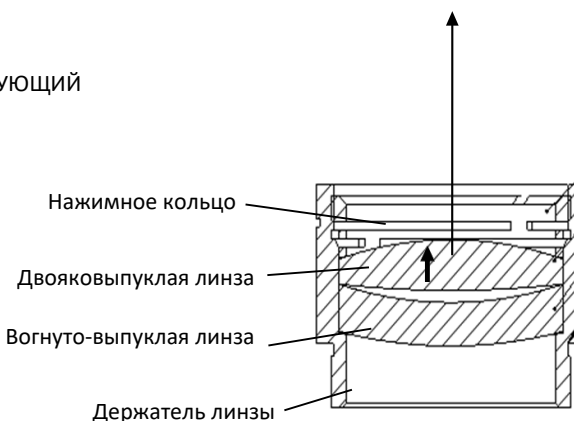

Рисунок 10 – Установка коллиматорной линзы
- Повторно соберите блок коллиматорной линзы (будьте внимательны при закручивании прижимного кольца) и вкрутите обратно в коллиматор, как показано на рис. 10;